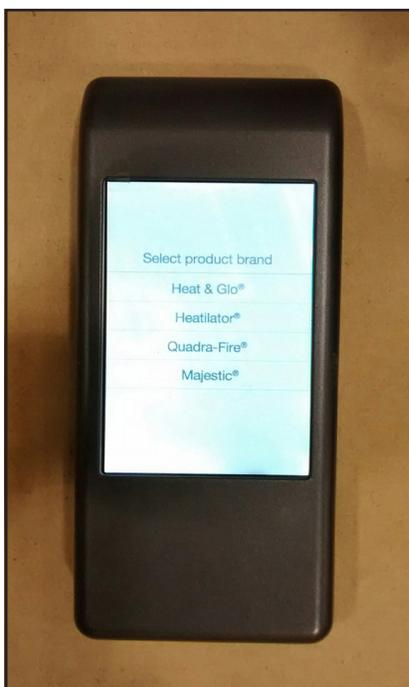

Figure 9. Écran de la marque IFT-RC400
4. Sélectionnez votre choix de la marque de produit à partir de la liste à l'écran du IFT-RC400. Voir la figure 9.